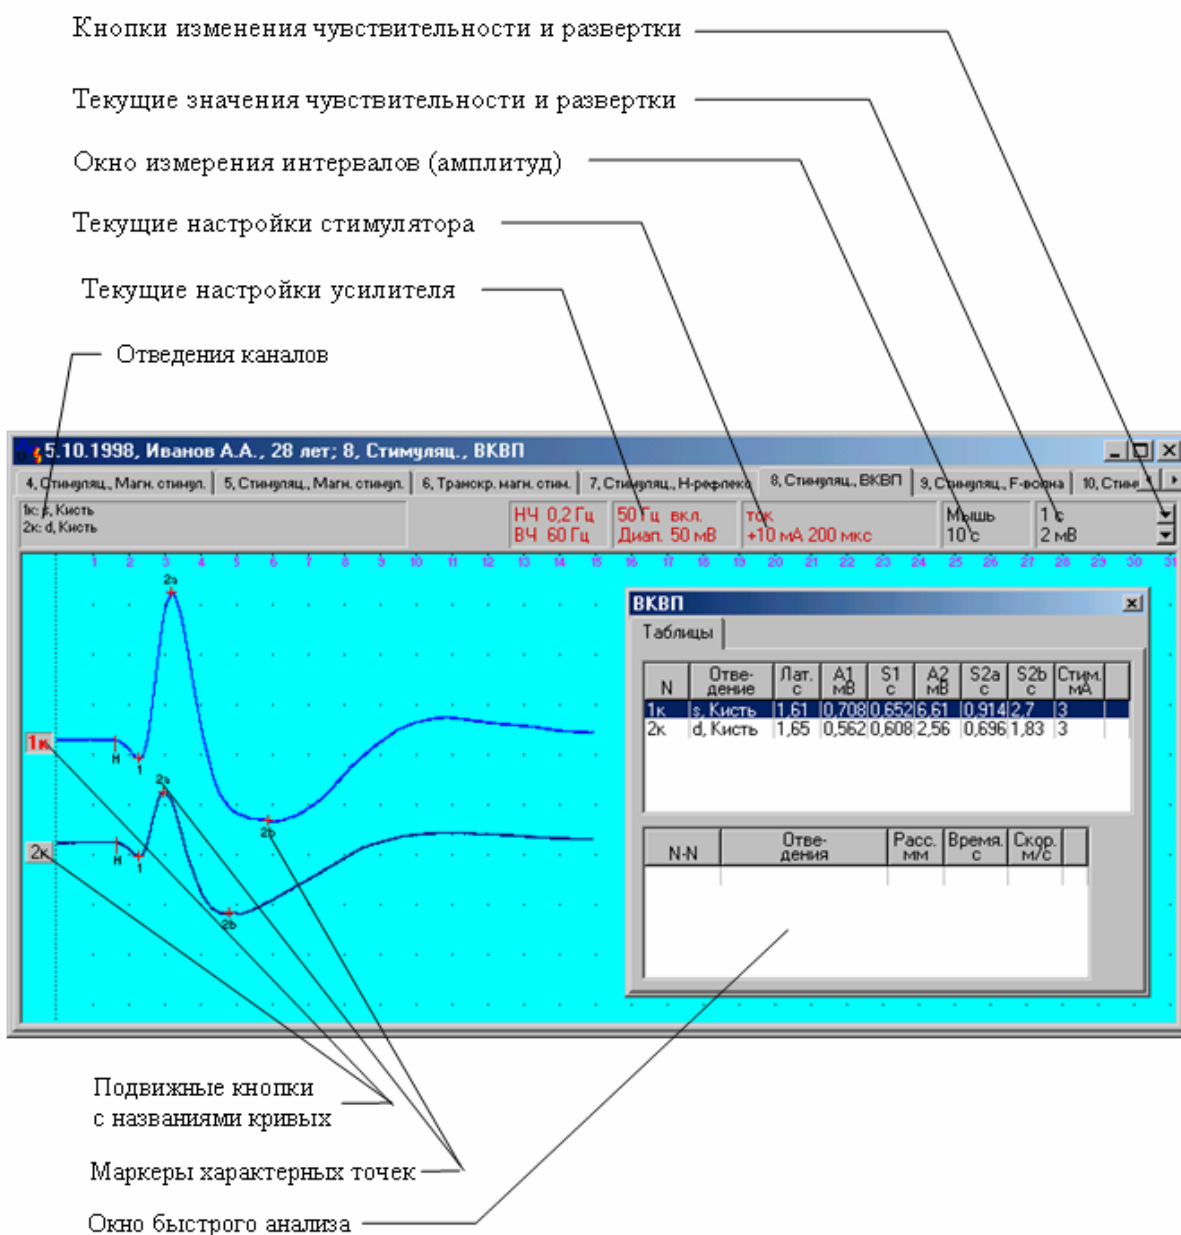
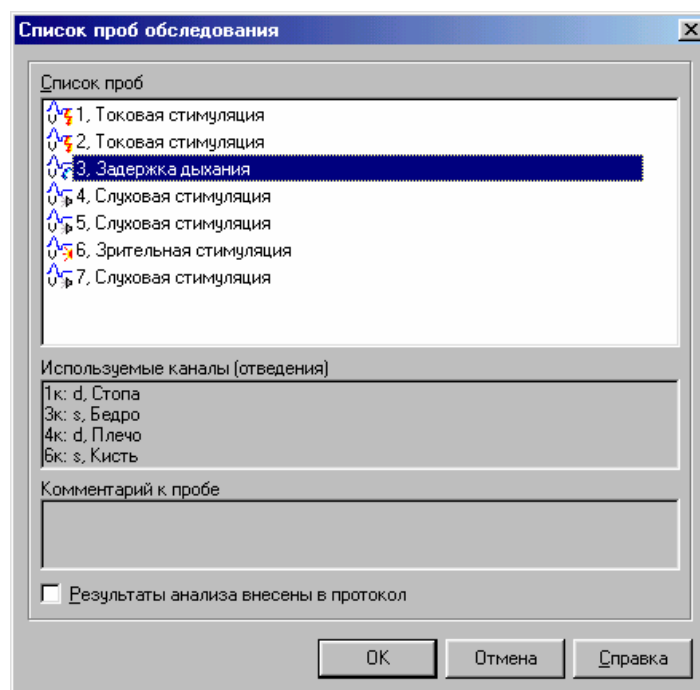

Рис. 3.17
Рис. 3.18
Ниже представлен возможный вид окна регистрации (Рис. 3.17). Вверху окна расположен его заголовок, ниже – панель информации.
2. В заголовке окна регистрации (анализа) содержится следующая информация (Рис. 3.17):
- номер текущей пробы обследования (8);
3. В окне регистрации (анализа) всегда представлены данные одной (текущей) пробы. Для вывода данных другой пробы обследования служат команды меню **Проба|Список, Проба|Следующая, Проба|Предыдущая**. По команде меню **Проба|Список** на экран выдается диалоговое окно *Список проб* (Рис. 3.18).